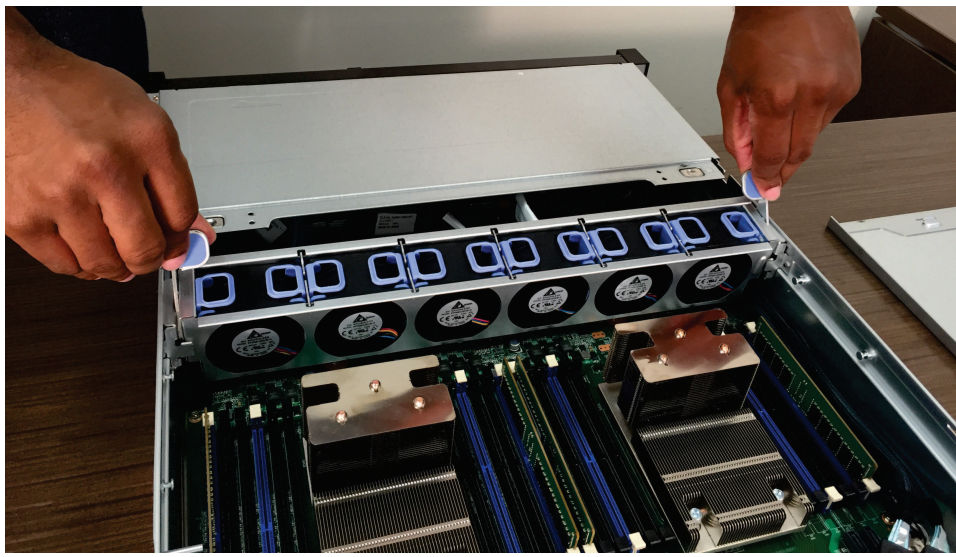

图 180. 卸下风扇支架
2. 对向按下风扇支架松开滑锁并将风扇支架抬出服务器，如图 180 中所示。